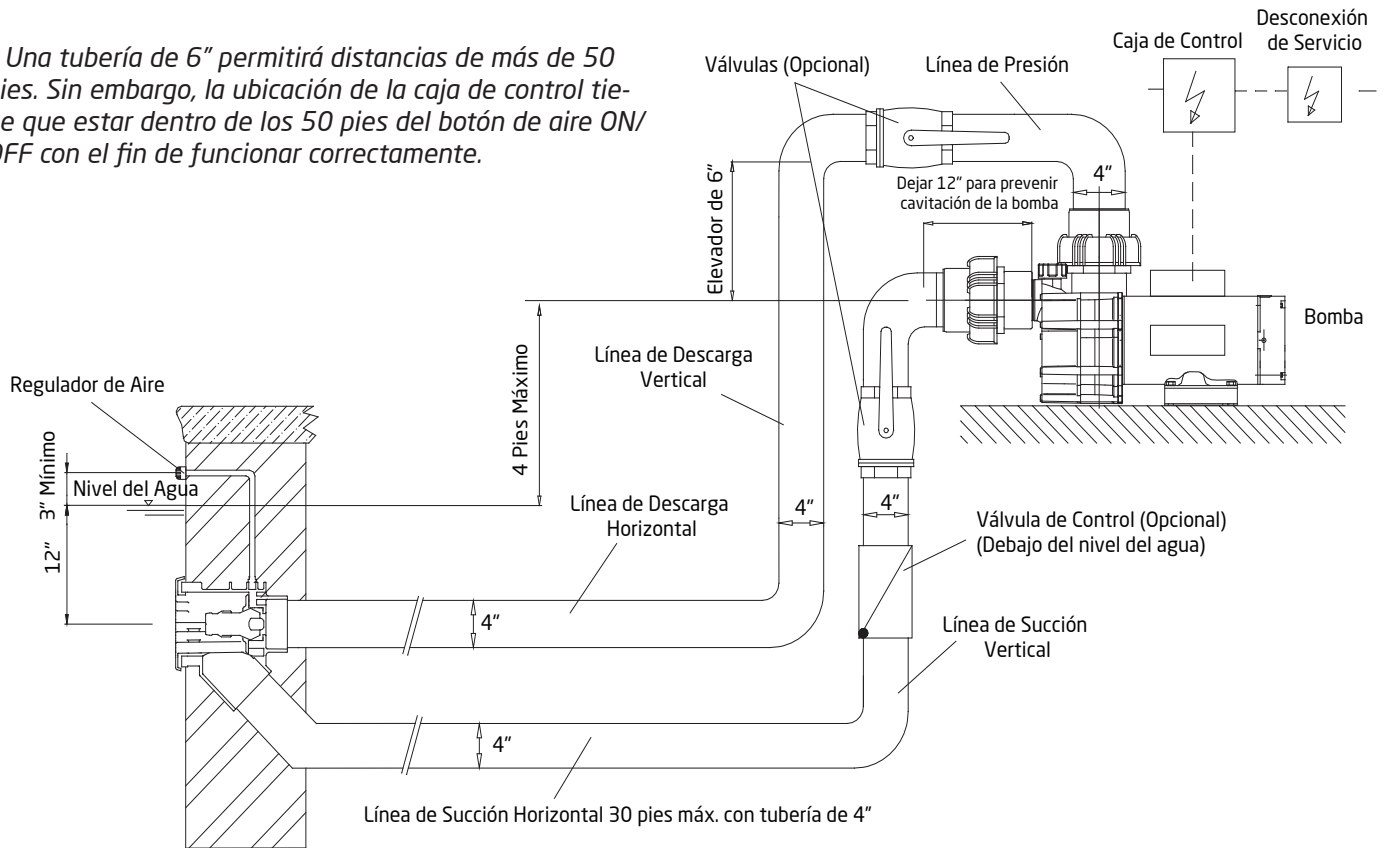

Figura 4
- Se puede usar un máximo de siete (7) codos de 90° con 30 pies de tubería horizontal de 4" para la línea de succión y 30 pies de tubería horizontal para la línea de descarga sin afectar negativamente el rendimiento del sistema. NOTA: Esto se aplica a cada bomba utilizada en el sistema. Consulte la Figura 4 para la Carga Dinámica Total (TDH) máxima permitida para lograr tasas de flujo recomendadas.
- Si para la instalación se requieren más "codos", se deben usar curvas de 4" en lugar de los codos. Cuando se utiliza curvas en lugar de los codos, se puede usar un máximo de nueve (9) curvas de 4" con 30 pies de tubería horizontal de 4" para la línea de succión y 30 pies de tubería horizontal de 4" para la línea de descarga sin afectar negativamente el rendimiento del sistema. NOTA: Esto se aplica a cada bomba utilizada en el sistema. Consulte la Figura 4 para la Carga Dinámica Total (TDH) máxima permitida para lograr tasas de flujo recomendadas.